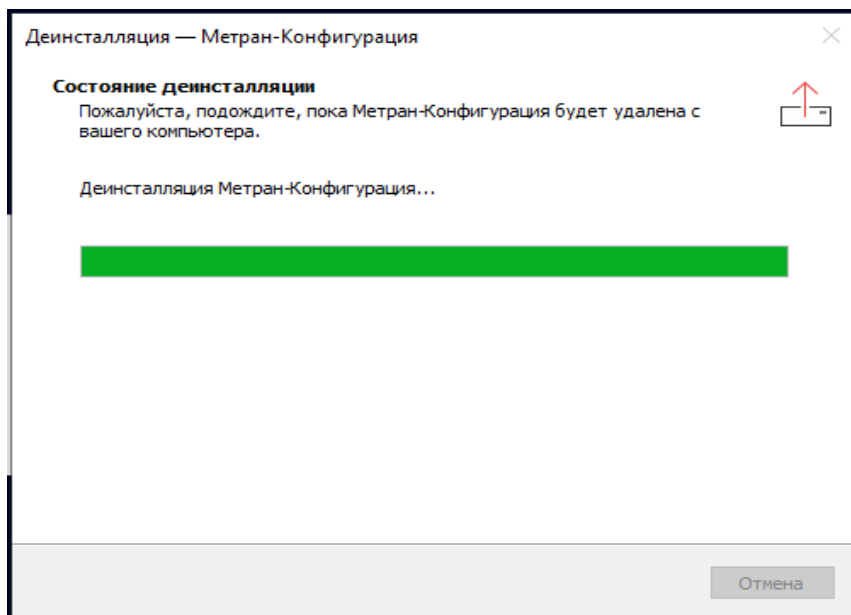

Рис. 16 Окно деинсталлятора с диаграммой состояния процесса деинсталляции
2. Нажмите кнопку Yes. Появится окно Деинсталляции (рис. 16).